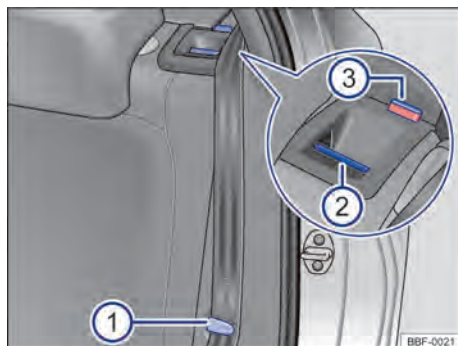

Fig. 68 No encosto do banco traseiro: botão de desativamento.
- Encaixar os cadarços dos cintos nos respectivos alojamentos no revestimento lateral → Fig. 68 ①
- Puxar o botão de destravamento → Fig. 68 ② para frente e, ao mesmo tempo, rebater o encosto do banco traseiro para frente.
- A respectiva parte de encosto do banco traseiro estará destravada quando a marcação vermelha → Fig. 68 ③ estiver visível.
- A marcação vermelha → Fig. 68 ③ não pode mais estar visível.